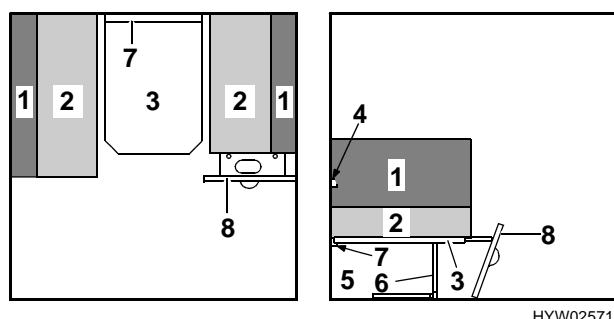

Fig. 36 Durante la trasformazione
- Introdurre il piano del tavolo (Fig. 36,3) nella guida inferiore (Fig. 36,7) con un angolo di 45° e deporlo sul pavimento con il piede del tavolo ribaltato (Fig. 36,6).
- Aprire lo sportello prolunga letto (Fig. 36,8) ribaltandolo.